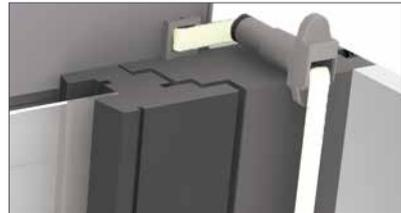

Abb. 63
6. Gurtdurchführung in Gurtdurchführungsrohr einkleben (Bild 63).